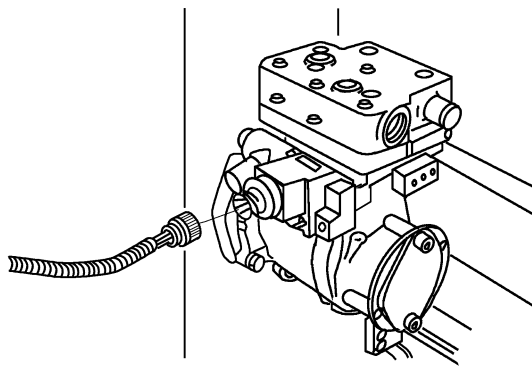

图 5-230 安装 O 形圈, 将调速器安装到空气压缩机上
(2) 安装 安装 O 形圈, 以使连接处与空气压缩机保持密封, 将调速器安装到空气压缩机上, 如图 5-230 所示, 拧紧力矩为 $14\text{N} \cdot \text{m}$ 。